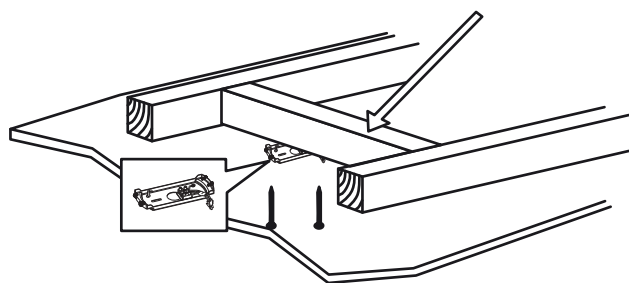

Fig. 2
3. Der Befestigungspunkt für Ihren Ventilator muss eine Tragkraft von mindestens 45 kg aufweisen. Wenn der Standort keinen stabilen Montagepunkt hat, müssen Sie eine Holzstütze zwischen zwei Deckenbalken installieren. Siehe Abb. 2.
3. The fixing point for your ceiling fan must be capable of supporting a 45 kg load. If the location does not have a solid mounting point, you will need to install a timber support between two ceiling joists. Refer to Figure 2.
3. Le point de fixation de votre ventilateur de plafond doit être capable de supporter une charge de 45 kg. Si le lieu d'installation ne dispose pas d'un point de montage solide, vous devez installer un support en bois entre les deux solives du plafond. Voir Figure 2.
3. Точка фиксации для потолочного вентилятора должна быть рассчитана на нагрузку в 45 кг. Если местоположение не имеет надежной точки для монтажа, необходимо установить деревянную подпорку между двумя потолочными балками. См. рис. 2.
3. Punkt mocowania wentylatora sufitowego musi wytrzymywać obciążenie 45 kg. Jeśli w danym miejscu brak odpowiedniego punktu montażowego, należy zamontować drewniany wspornik pomiędzy dwoma belkami stropowymi. Patrz rysunek 2.